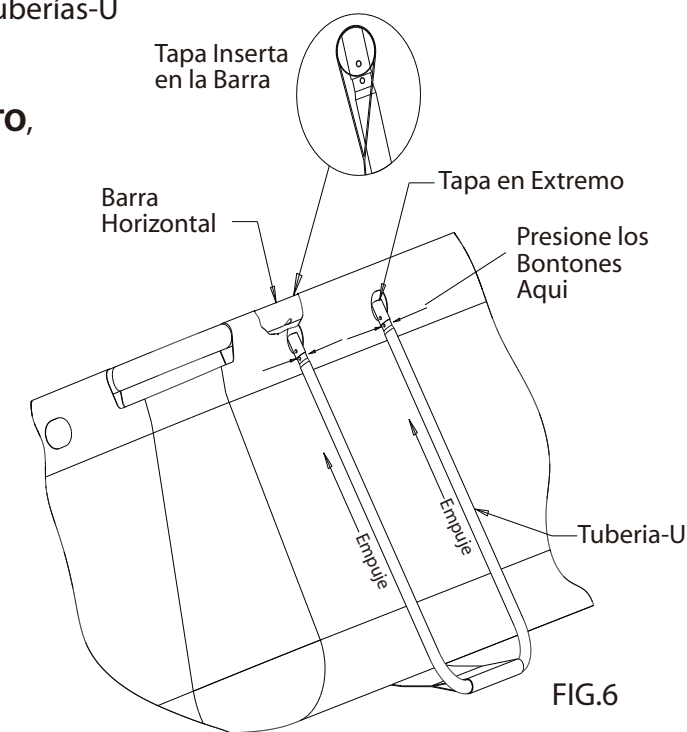

FIG.6
D. Ahora inserte las secciones de la tubería-U a través del extremo de cada aleta rectangular en la base de la alberca Fig. 5. **Nota: La escalera debe ensamblarse antes de levantar la pared para dar a los ayudantes libre acceso dentro y fuera, las instrucciones de ensamble para la escalera están con la escalera.** Enseguida, una o dos personas más deberán sostener la barra horizontal levantando la pared de la alberca desde dentro de la alberca, mientras otra persona inserta los soportes de la tubería-U Fig. 6. Inserte los extremos con tapa de la tubería-U dentro de los orificios en el ensamble de la barra horizontal presionando el juego de botones inferior Fig. 6 presionando el extremo de la tapa completamente dentro de la barra horizontal hasta que se detenga. Asegúrese de que todas las tuberías-U estén completamente insertadas y revise que todas las secciones conectadas estén fijamente aseguradas. Repita este paso para el **LADO OPUESTO**, después instale los soportes del marco-U a los dos **EXTREMOS** de la alberca.